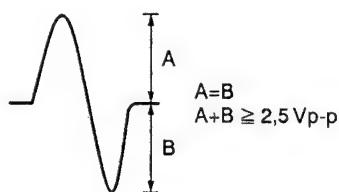

Figura 8
3. Contemplando la pantalla del osciloscopio, presione la tecla PGM (PROGRAM) y observe durante un momento la forma de onda de la figura 8. Verifique si la amplitud es de 2,5 Vp-p por lo menos y si la amplitud de las partes positiva y negativa son iguales. Como la forma de onda solamente sale durante un momento cuando se presiona la tecla PGM (PROGRAM), presione una y otra vez esta tecla hasta que logre comprobar la forma de onda.